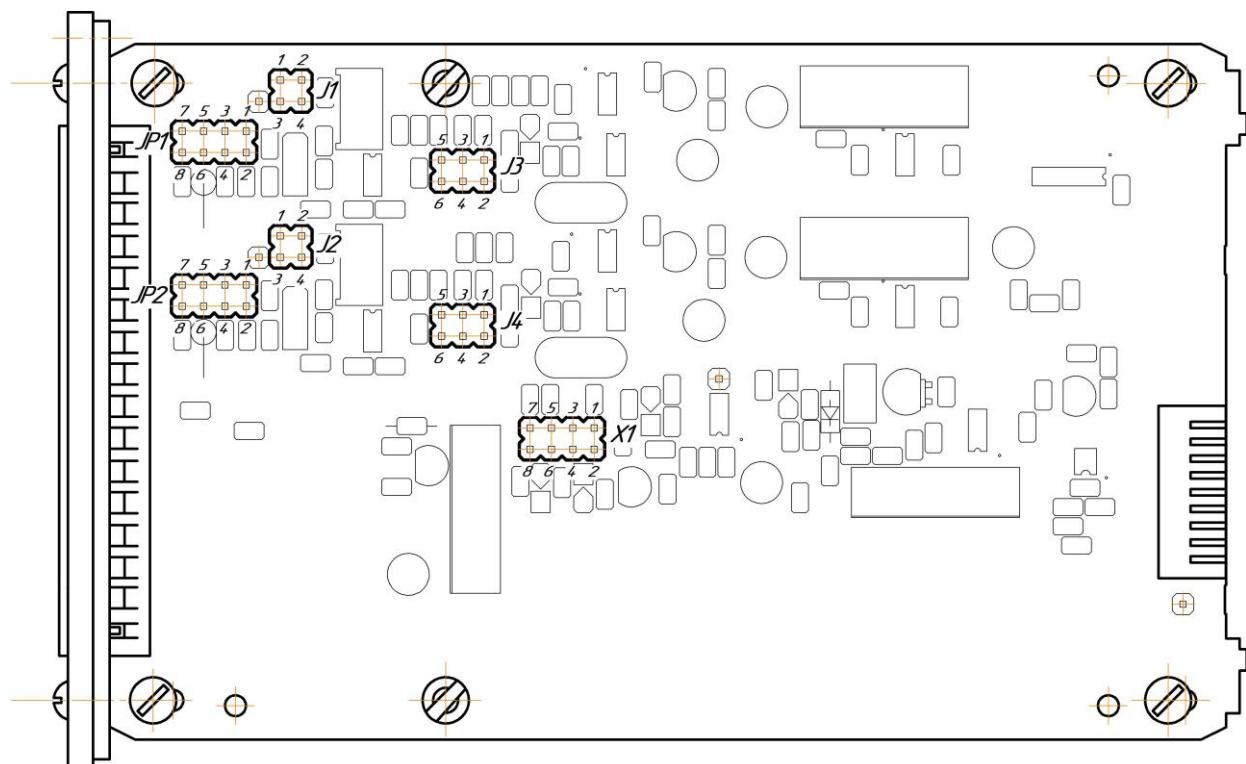

Рисунок 4.4 – Положение перемычек на модуле универсальных входов (корпус индикатора снят)
- установить положение перемычек на модуле универсальных входов в положение согласно выбранному типу входного сигнала (таблица 4.2, рисунок 4.4).
Диапазон изменения выходного аналогового сигнала АО устанавливается перемычками X1 (см. рисунок 4.4) на модуле универсальных входов/выходов. Типы выходного сигнала и соответствующие положения перемычек приведены в таблице 4.3.